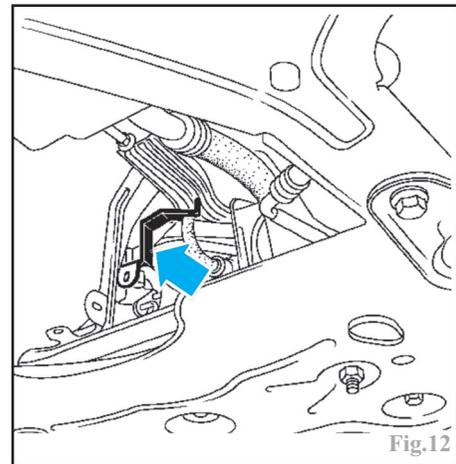

Fig.12
-la bride des câbles de commande des vitesses au dessus du berceau (Fig.12).